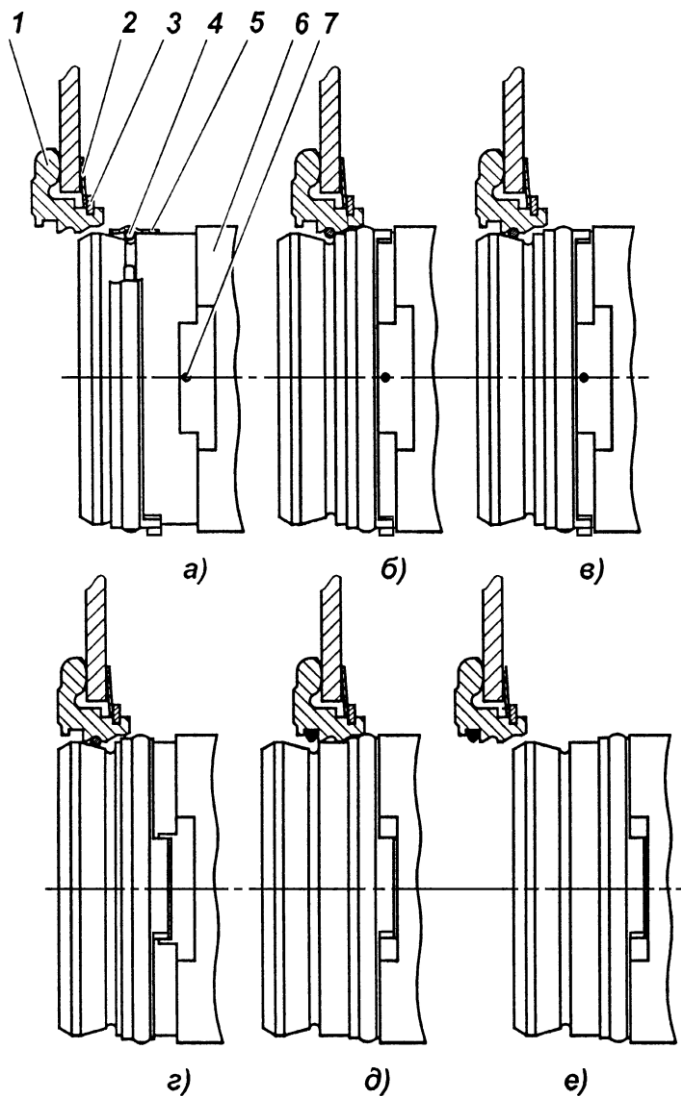

Рисунок 92 – Основные положения запорного устройства:
Конструкция запорного устройства механизма выключения сцепления требует выполнения особых правил установки коробки передач на двигатель. Основные положения запорного устройства показаны на рис. 92.
- 4 Переместить муфту выключения сцепления к упорному кольцу до упора, для чего с помощью технологического рычага повернуть вал вилки выключения сцепления против часовой стрелки. Пружинное кольцо при этом попадает в фасонную канавку упорного кольца (положение "б", рис. 92).
- 5 Поворачивая вал вилки выключения сцепления по часовой стрелке, переместить муфту в направлении от двигателя (положение "в" рис. 92).
- 5 Повернуть кольцо замковое 5 (рис. 92) относительно втулки 6 так, чтобы выступы кольца совпали с пазами втулки (положение "г").